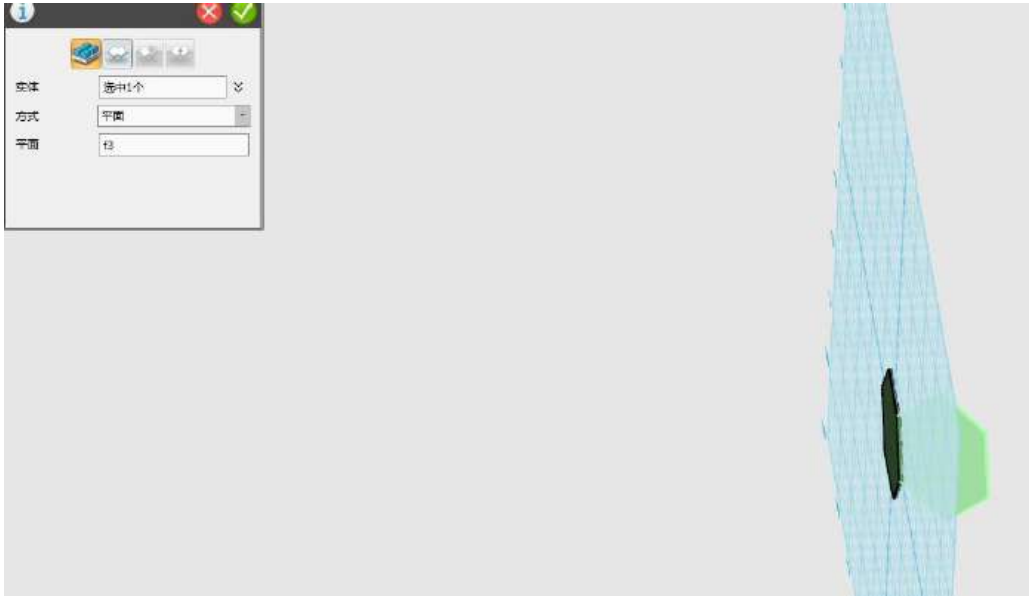

图 1-6
4. 单击选择一个正六面实体，选择【镜像】命令，方式选择“平面”，然后找一个侧平面（这个值非常关键，否则后续不会成功），对正六面体柱进行镜像复制。如图 1-6 所示：